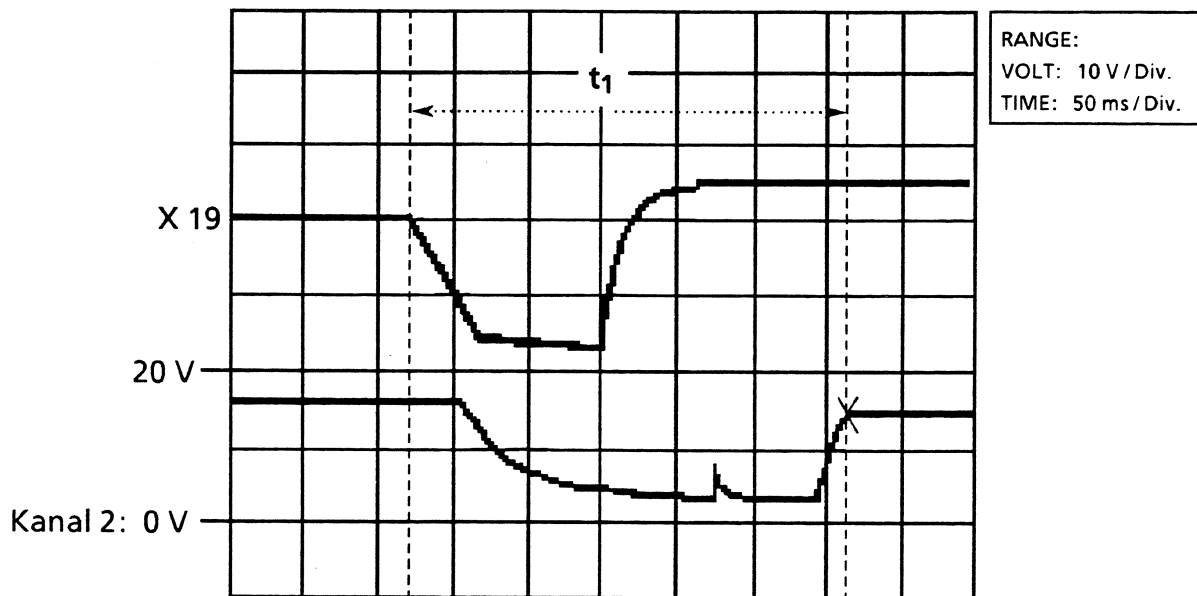

Bild 7-21 Die Spannung an X19 bei Umschalt von Netz- auf externen Batteriebetrieb
- Überprüfung der Spannungsverläufe an X19 u. an X20.2 am Oszilloskop (Bild 7-21):